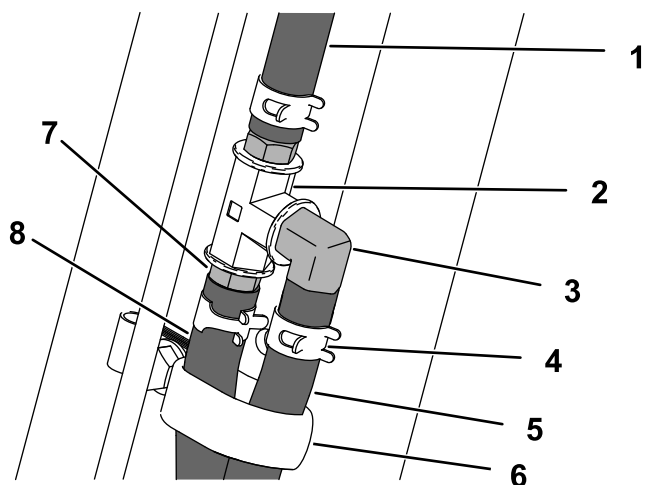

Figure 10
7. Passez le flexible dans le grand collier en R et branchez-le au raccord en T à l'aide d'un raccord droit et d'un collier ($\frac{1}{2}$ po), comme montré à la Figure 10.
puis passez-le dans le grand collier en R jusqu'au raccord en T. Branchez le flexible au raccord en T avec un raccord à 90 degrés et un collier (1/2 po), comme montré à la Figure 10.
11. Serrez le boulon de fixation du grand collier en R (Figure 10) à un couple de 10,17 à 12,43 N·m (90 à 110 po-lb).